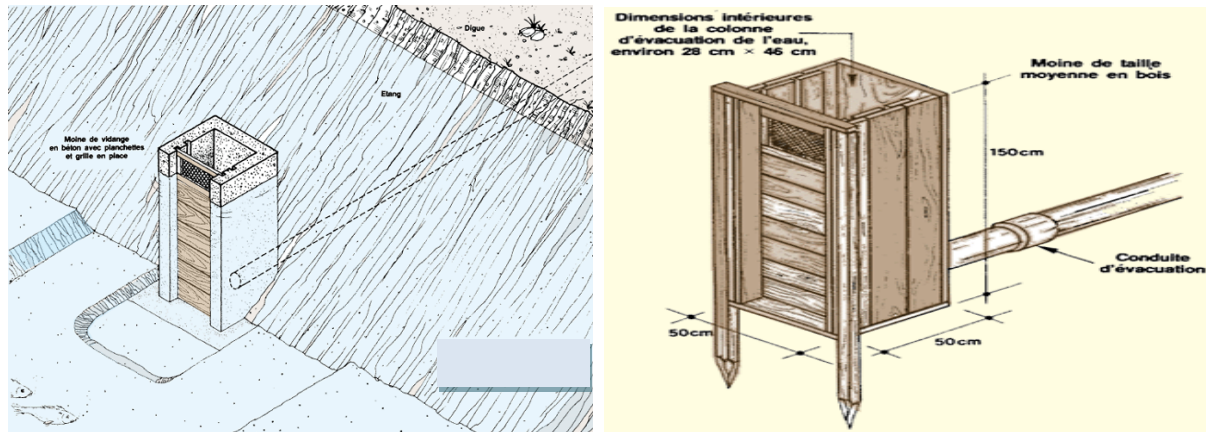

Figure 20 : Moine de vidange en bois à droite et en béton à gauche (FAO, 2006)
- Le moine (fig. 20) qui constitue l'un des plus anciens ouvrages de vidange et des plus couramment utilisés.
Le moine (fig.20) comprend une colonne verticale fermée par es planchettes servant à régler le niveau d'eau. L'eau est évacuée par une canalisation entrée sous la digue. Une grille empêche les poissons de quitter l'étang.